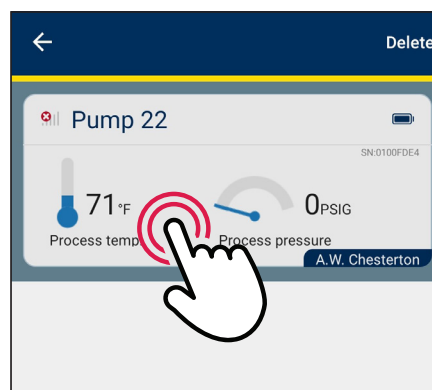

Abbildung 45
- Für **Android**: **drücken und halten Sie** den gewünschten Sensor (siehe Abbildung 45). Die Option „Löschen“ wird eingeblendet.